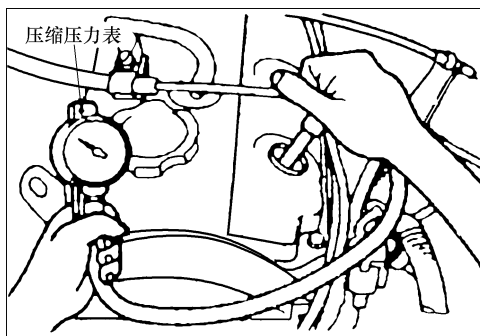

图 2-8 测量气缸压力
① 转动发动机曲轴时应远离火花塞孔。
② 如果在测量压缩压力时从气缸内侧的裂纹中跑出水、机油或燃油等, 则这些物质将会变热并从火花塞孔喷出, 那将是很危险的。
6) 如图 2-8 所示, 将压缩压力表装到其中的一个火花塞孔中。